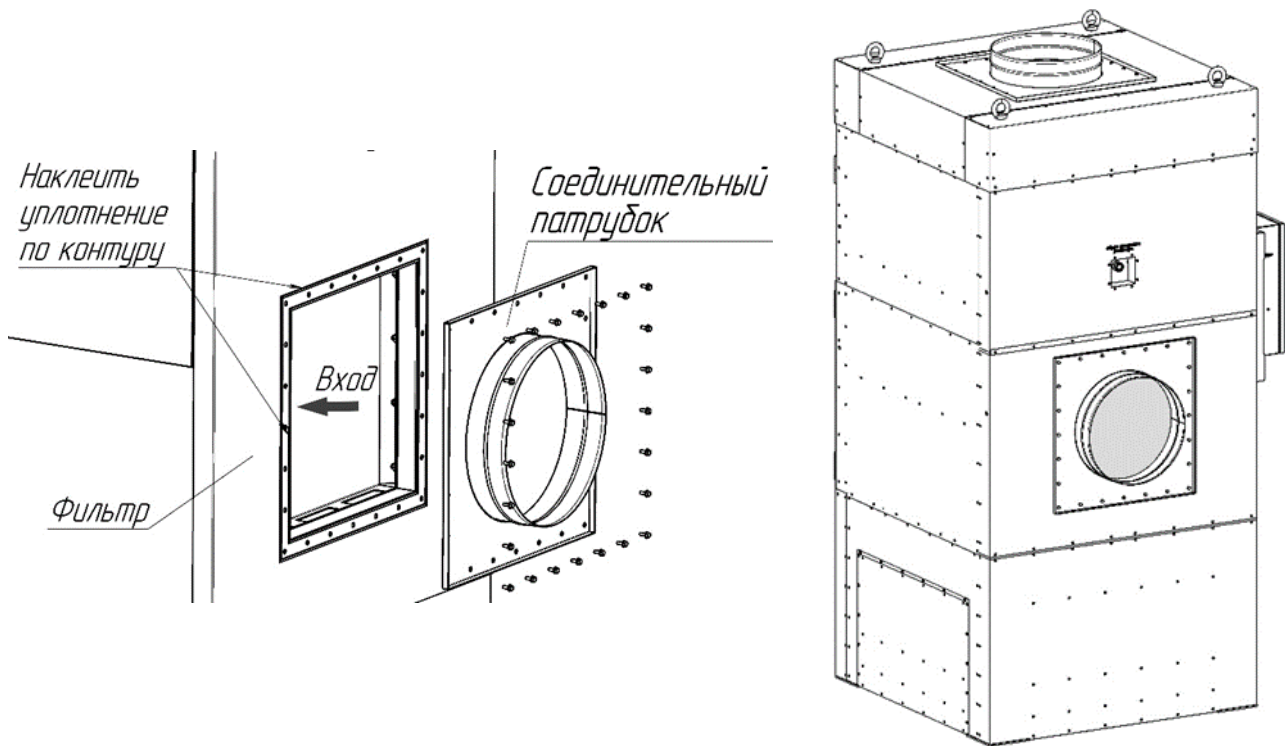

Рисунок 7
5.2.5 Установить соединительные патрубки, закрепить болтами М6х16 (рисунок 7).